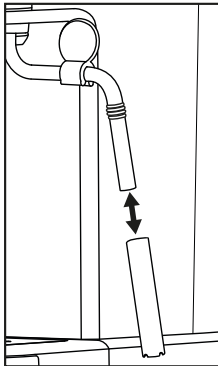

Figura 3
- 1) Coloque un recipiente vacío bajo el espumador de leche ⑧.
- 2) Gire el regulador de vapor ⑤ hasta alcanzar el símbolo "☽/🔥" directamente después del uso y deje salir vapor durante unos segundos.
- 3) Gire el regulador giratorio ⑤ (hasta el tope hacia el símbolo "○") para cerrarlo, apague el aparato y desenchúfelo.
- 5) Retire la cubierta de la boquilla del espumador de leche ③ (consulte la figura 3) y límpiela cuidadosamente en agua caliente con un poco de jabón lavavajillas. En caso necesario, utilice un cepillo pequeño para limpiar también el interior de la cubierta. A continuación, enjuague la cubierta con agua limpia.
- 7) Vuelva a colocar la cubierta sobre la boquilla (figura 3).